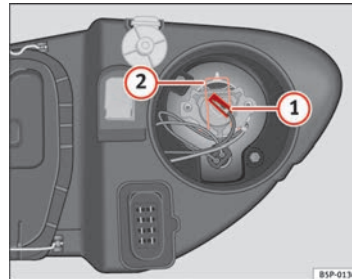

Abb. 186 Fernlicht
- Ziehen Sie den Stecker ⇒ Abb. 186 ① von der Lampe ab.
- Die Haltefeder ⇒ Abb. 186 ② durch Eindrücken und Rechtsdrehung abnehmen.